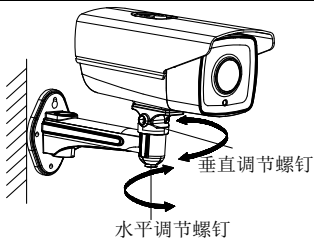

图2-22 调整视角
5. **调整视角：**使用螺钉将摄像机固定到支架上，本系列网络摄像机支持两轴调节，通过调节垂直螺钉和水平螺钉，可进行垂直和水平方向调节，将摄像机调整至需要监控的方位，拧紧支架螺钉进行固定，如图 2-22 所示。